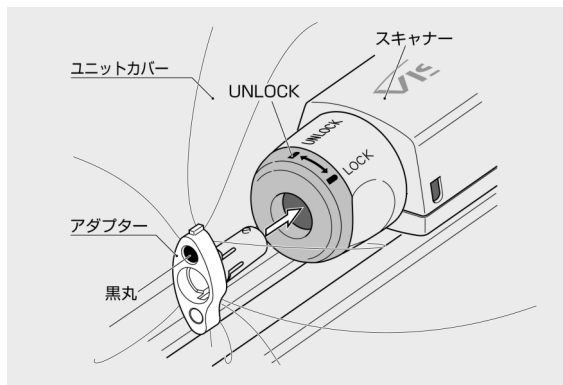

図1 ユニットカバーの取り付け（ビジウェーブの場合）
- 1-2 専用装置のプルバックユニットとスキャナーを組み合せ、スキャナーを最も後方に引く。続けて、ユニットカバーをプルバックユニットにかぶせ、ユニットカバーに取り付けられているアダプターをスキャナーに接続する（図1）。このとき、アダプター前面の黒丸がスキャナーの「UNLOCK」表示に合うように、アダプターをスキャナーに挿入し、アダプターがスキャナーの奥に突き当たって止まるまではめ込む。なお、スキャナーを単独で用いる場合は、スキャナーカバーをスキャナーにかぶせ、同様に接続する。